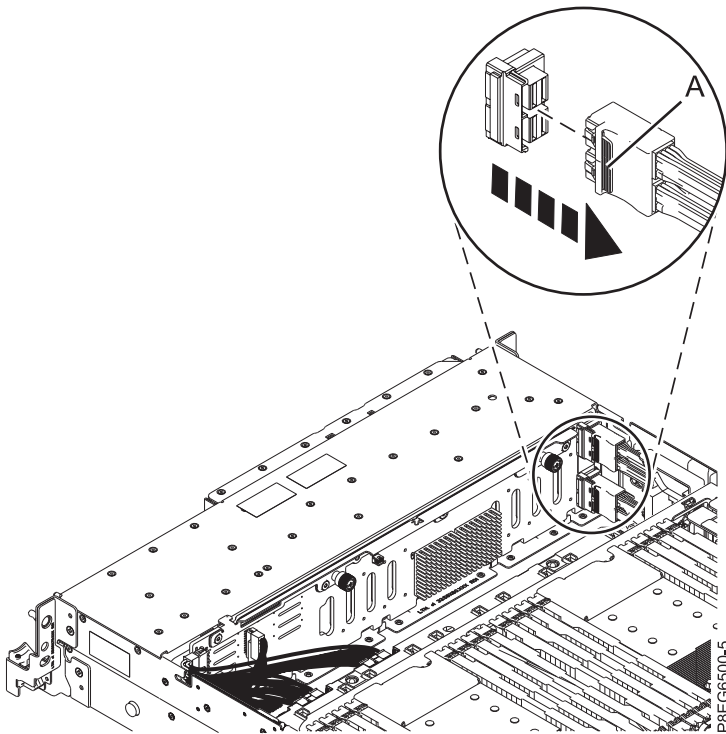

Figura 1. Desconexión de los cables SAS frontales
6. Presione el pestillo del conector (A) y desconecte los cables SAS frontales que están conectados al adaptador SAS RAID identificado en el paso 5 de la placa posterior de la unidad de disco. Deje el otro extremo de estos cables conectado al adaptador SAS RAID hasta que se le indique lo contrario. Consulte la Figura 1.